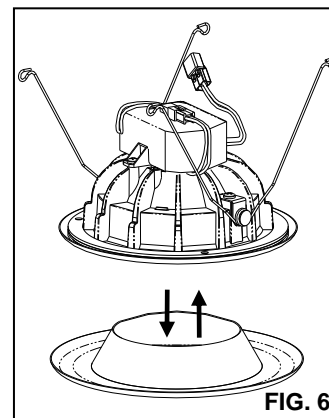

FIG. 6
1. Retirez la PLAQUE FRONTALE de la GARNITURE. (**FIG. 6**)
2. Fixez la nouvelle PLAQUE FRONTALE sur la GARNITURE. (**FIG. 6**)
- Retirez L'ANNEAU DE GARNITURE des aimants intégrés dans le DISSIPATEUR DE CHALEUR. (FIG. 6)
- Remplacer le LENTILLE EN PLASTIQUE. Remplacer le L'ANNEAU DE GARNITURE. (FIG. 6)